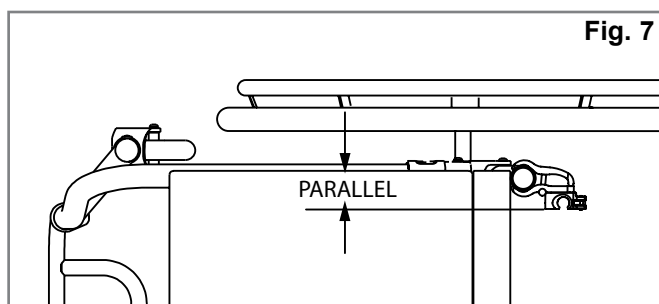

Fig. 7
INSTALLATION DE LA FIXATION À QUATRE POINTS (EN OPTION) (FIG. 7, 8, 9)
1. Desserrez les vis de serrage (A) à l'aide de la clé hexagonale de 4 mm fournie, puis glissez les pattes le long des montants du dossier (B).
2. Les fixations doivent être à hauteur égale sur chacun des montants (Fig. 8) et parallèles au châssis d'assise (Fig. 7).
3. Serrez les vis de serrage (A) à la main. Desserrez les écrous de la plaque de support (C) et les vis des goupilles de montage (F) à l'aide de la clé polygonale de 10 mm fournie, jusqu'à ce que la fixation puisse bouger librement dans toutes les directions.